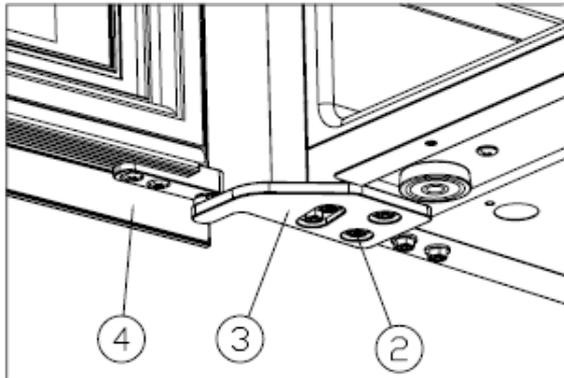

Figure 5
- ✧ Installer la charnière supérieure droite③, et visser les vis M5*16②.[Figure 5]